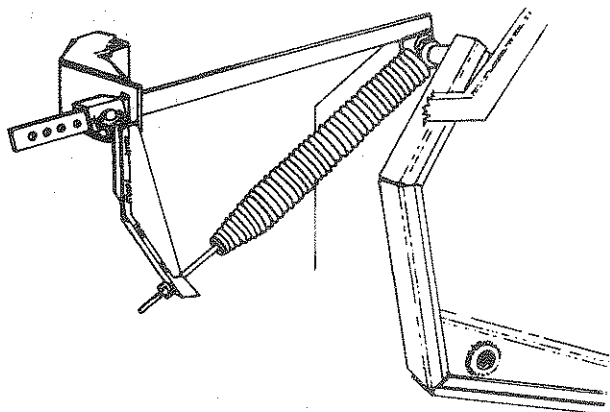

Fig. 5
3. Abaisser le ramasseur à la hauteur de travail et veiller à ce que les doigts ne heurtent pas le sol pendant le travail. Ajuster l'abaissement maximum à l'aide du système d'arrêt, Fig. 5.